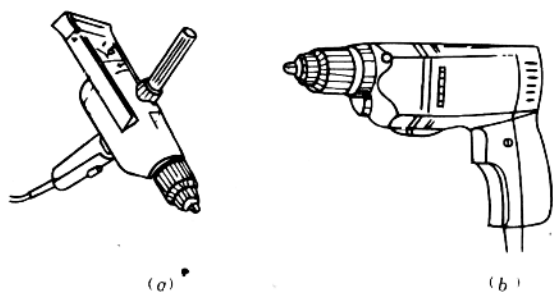

图 1-4 手电钻
3. 手电钻 电钻是钻孔的电动工具,电工常用的是手电钻,有手提式和手枪式两种(图 1-4)。